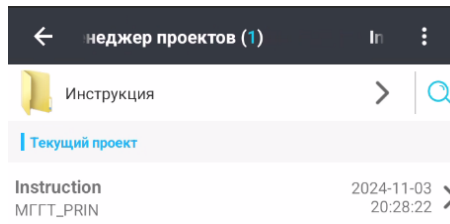

Рисунок 2.3.4
1. Находясь в Менеджере проектов нажмите на троеточку (Рисунок 2.3.4) в верхнем правом углу.